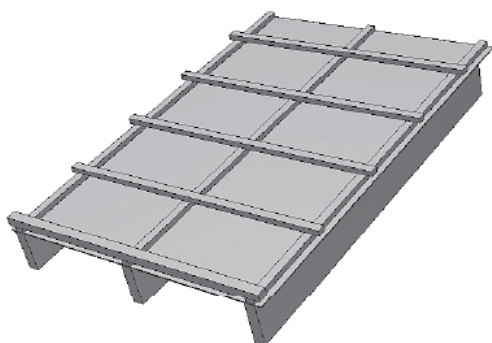

Bild 2.
**2.** Underlag av bärande panel (se bild 2):